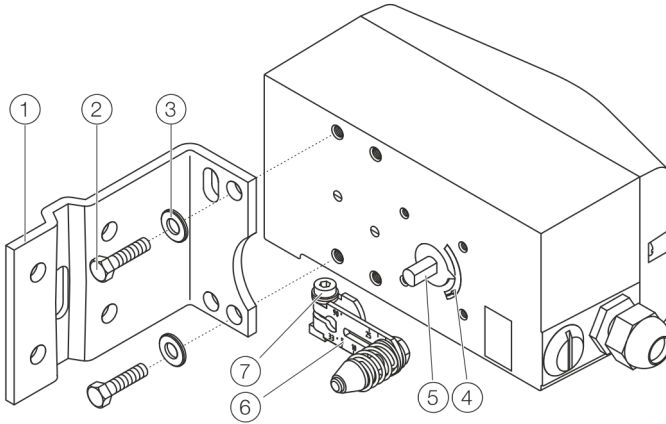
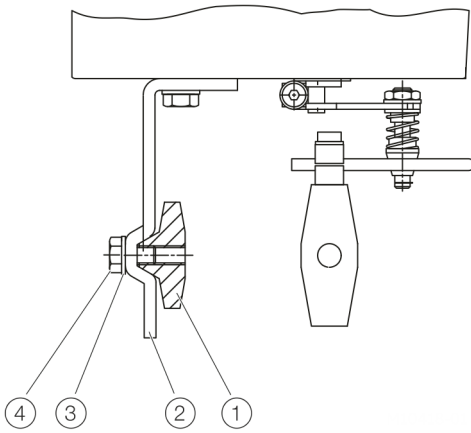

Fig. 6
Fig. 7
Stel de klep halverwege de slag in en lijn de hendel horizontaal uit (item 6 fig. 6).
Draai vervolgens de bevestigingsbout vast (item 4 afb. 7) (de hendel beweegt tussen de pijlmarkeringen item 4 fig. 6).